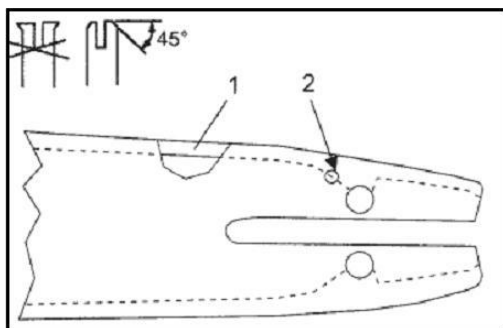

Fig.15
- 1 - Pulire i solchi della guida catena (vedere 1 figure15) e l'orifizio di lubrificazione (ved. 2 - fig 15).